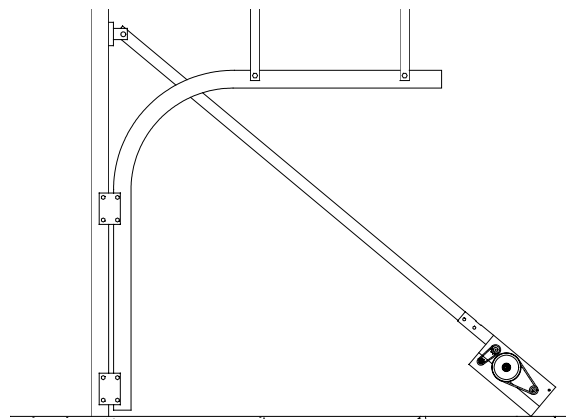

Figure 8 Support mural
6. Le support de montage mural comporte trois trous de boulon pour monter l'extrémité avant des rails du trolley. Ce support devrait être fixé au mur à l'aide de ces trous à 6,4 cm (2,5 po) au-dessus de l'arc le plus élevé de la course de la porte (Figure. 8) On peut installer une cale de bois ou une cornière de métal sur le mur qui servira de point d'attache du support avant..